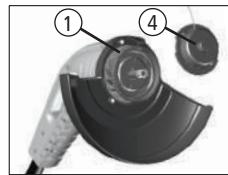

Fig. 08
Em seguida recoloque o conjunto da tampa e carretel (4) pressionando-o contra o porta carretel (1), e girando-o em sentido horário até perceber o “click” de encaixe, [Fig. 08].